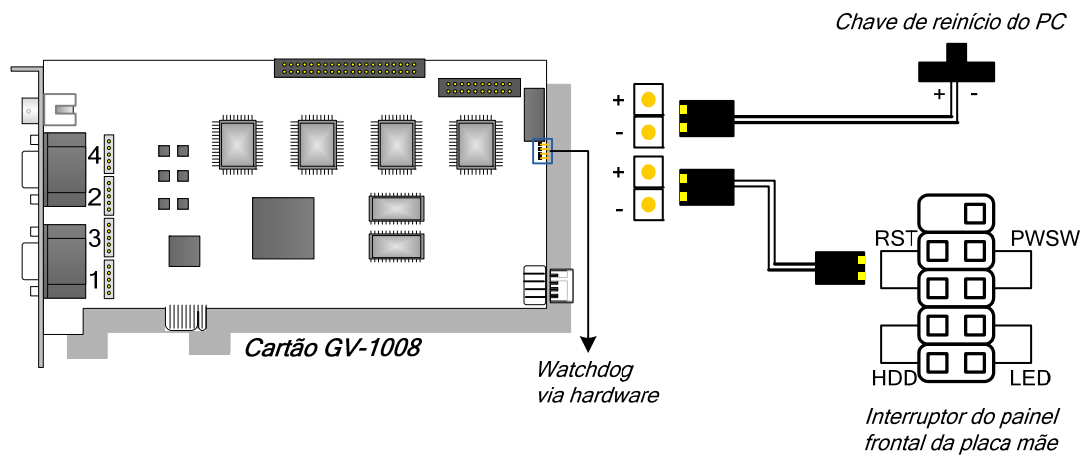

Figura 1-21
- Conecte o fio de ligação direta Watchdog via hardware fornecido (Figura 1-21).
- **Conexão de Watchdog de hardware:** Conecte o fio de ligação direta Watchdog de hardware à Placa Mestre. apenas (Figura 1-21).